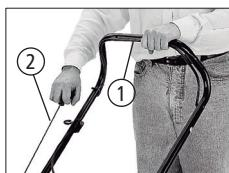
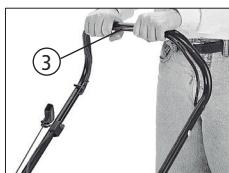

Fig. 11
Fig. 12
Motores equipados com injetor de combustível “Primer”, pressionar 3 vezes antes de dar a partida. Acione a alavanca de frenagem (1), [Fig. 11].
Puxe o cordão de acionamento até encontrar a resistência e em seguida puxe com força (2), [Fig. 11]. O trabalho é realizado mantendo-se a alavanca pressionada ao braço (3), [Fig. 12].